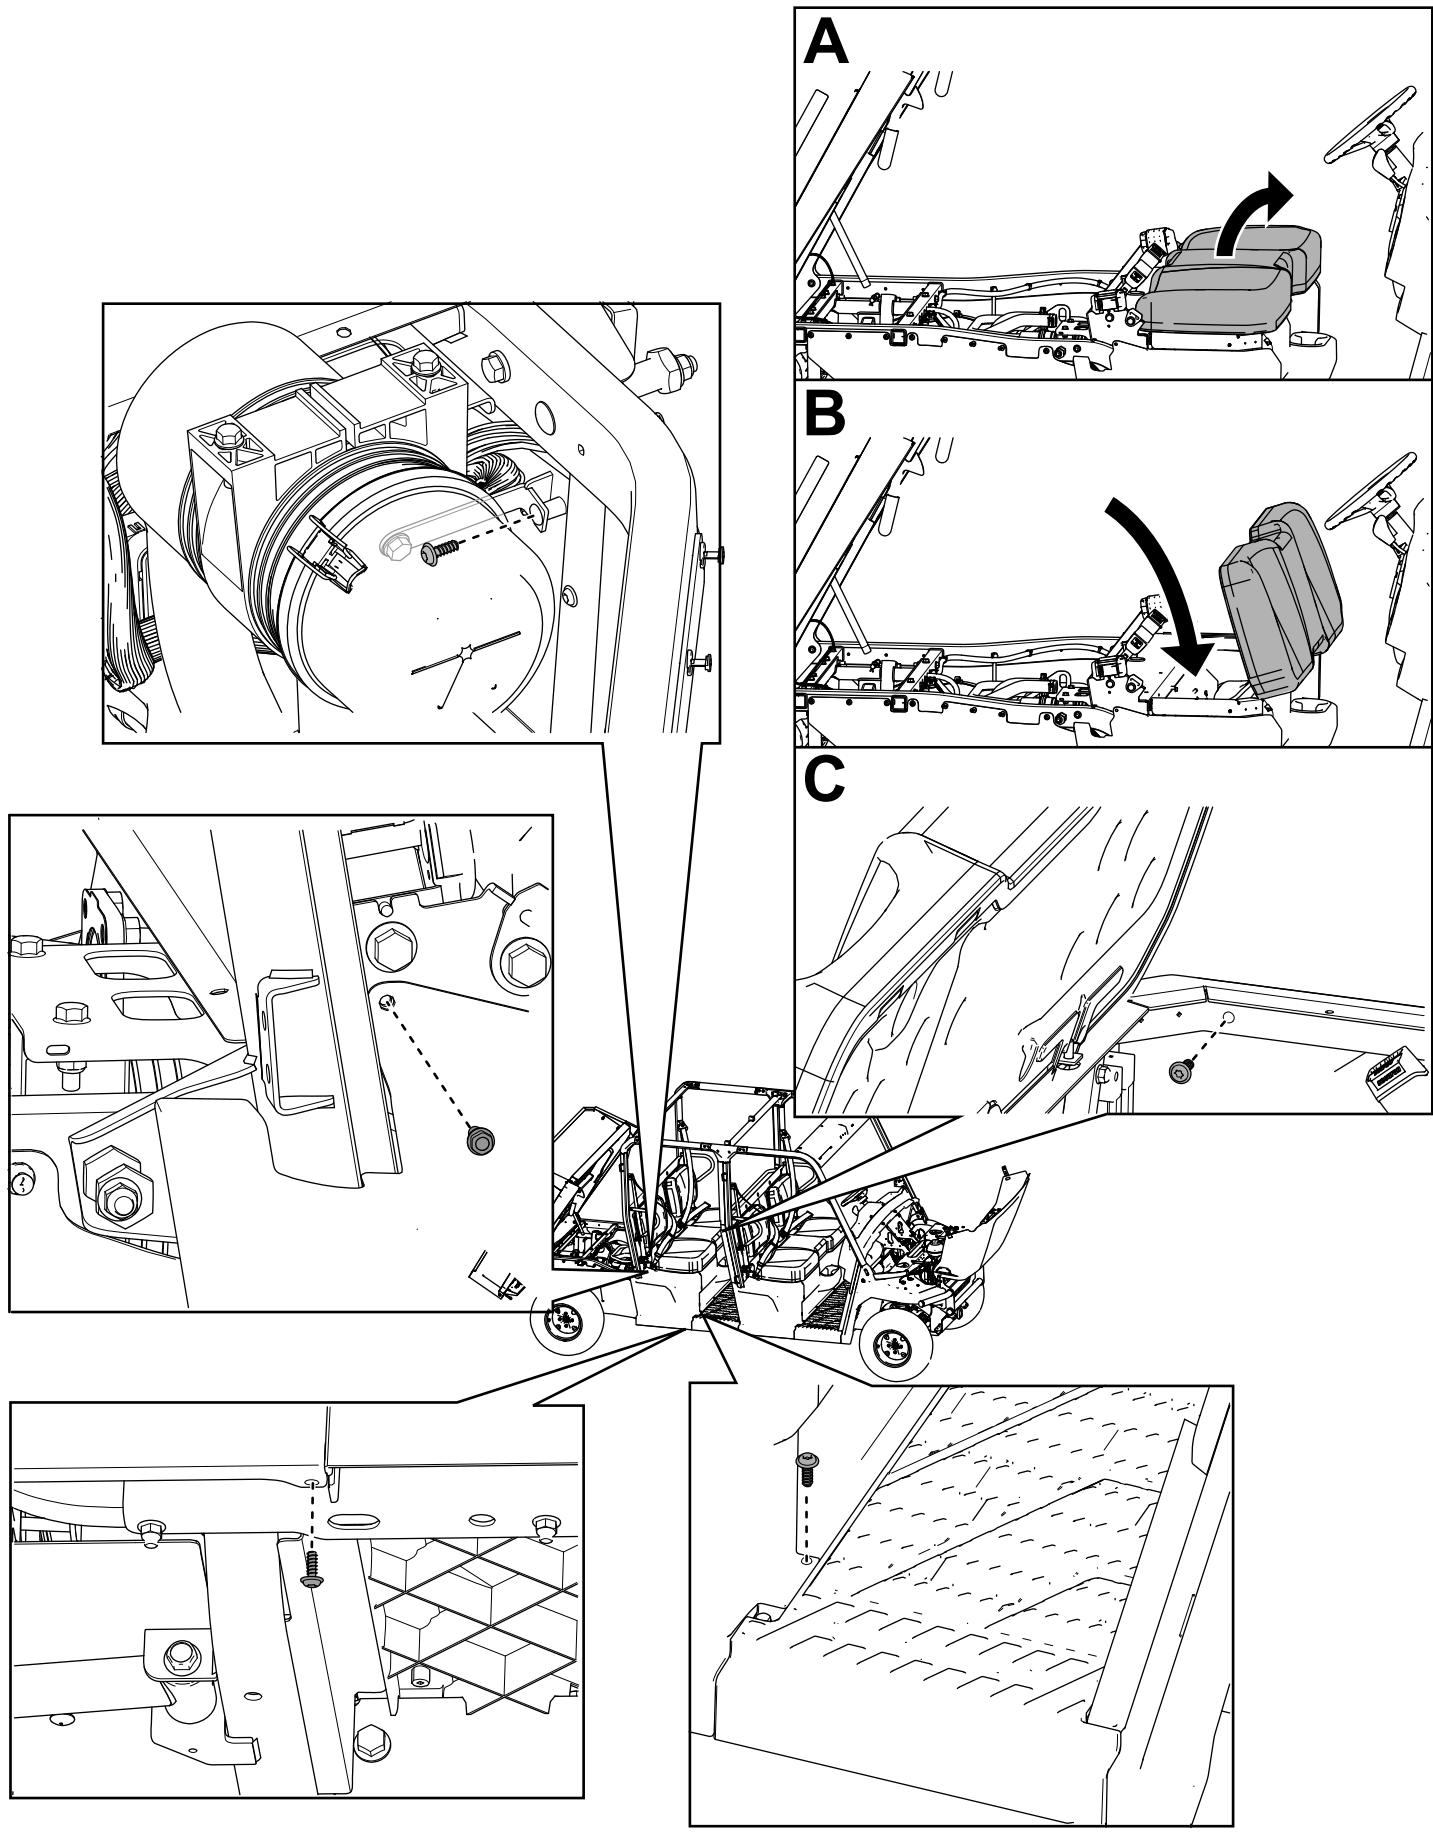

Bild 72
32. Befestigen Sie die zwei rechten und zwei linken Sitzunterteilplatten mit den zuvor entfernten Sechskantschrauben ($\frac{1}{4}'' \times \frac{3}{4}''$), wie in Bild 72 dargestellt.